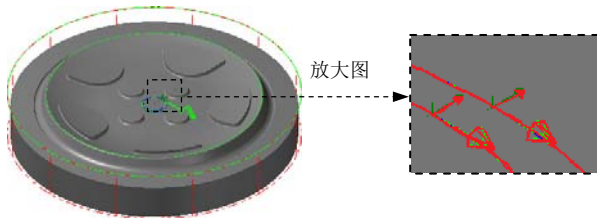

图 15.52 箭头方向
Step3. 选择下拉菜单 **刀具路径(T)** → **外形铣削... (C)...** 命令，系统弹出“串连选项”对话框。
Step4. 设置加工区域。在图形区中选取图 15.52 所示的两条边界曲线，单击 按钮，完成加工区域的设置，同时系统弹出“2D 刀具路径-外形铣削”对话框。
注意：在选取曲线时如果是选取曲线的箭头方向与图 15.52 所示的方向相反，可单击 按钮。